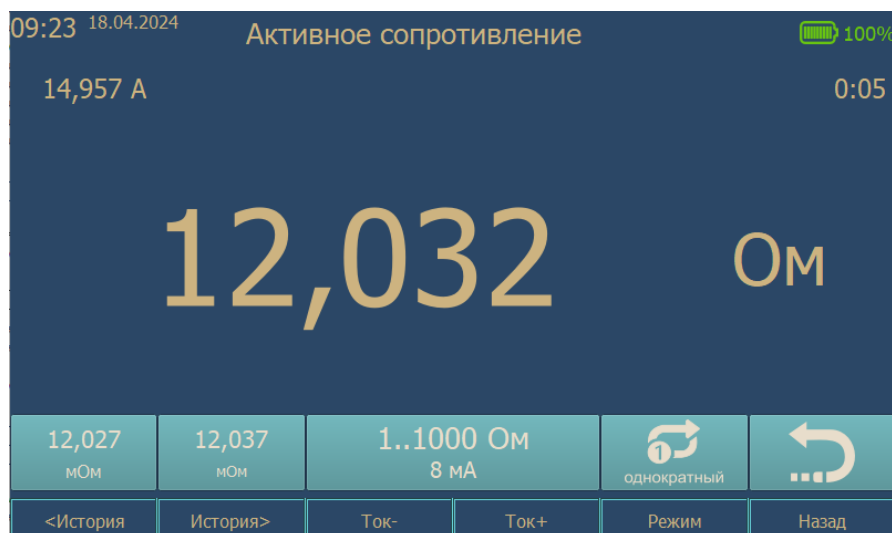

Рис. 4 Режим измерения сопротивления
2.4.1. При выборе одного из вариантов измерения сопротивления основная рабочая область экрана переключается в соответствующий режим. Внешний вид экрана в режиме измерения сопротивления представлен на рис. 4.